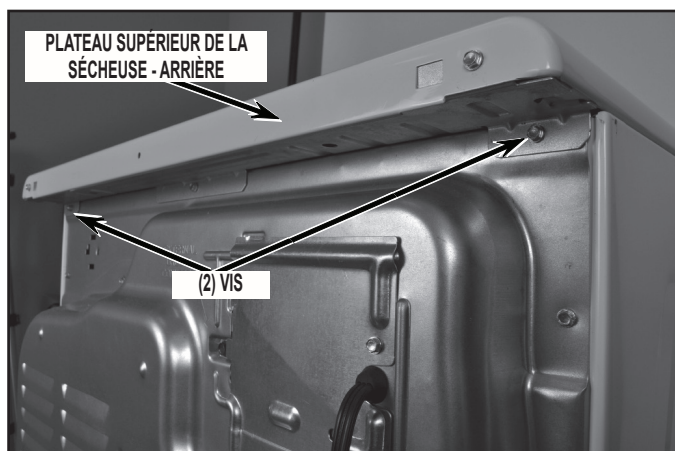

FIGURE 1
- Take the front edge of the top panel and set it into the plastic tray of the upper front bracket, *Figure 2*. Set the remaining top panel down and slide it forward into position. Reattach the two (2) rear screws, *Figure 1*.
2. Déposer le plateau supérieur de la sécheuse – ôter d'abord les deux (2) vis à l'arrière de la sécheuse; voir la *Figure 1*.